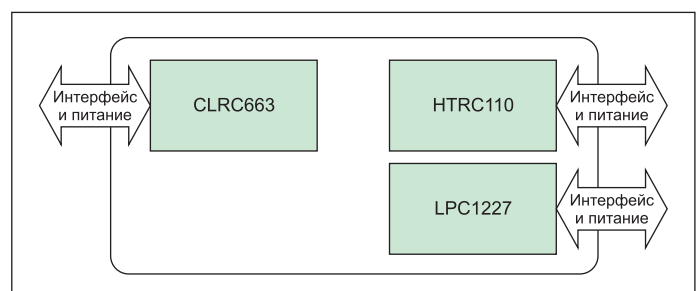

Рис. 3. Структура микросборки PRH601
- Структура PRN601 представлена на рис. 3